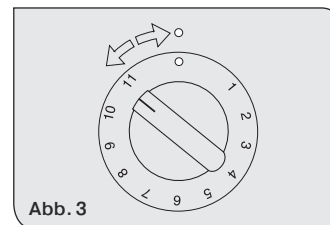

Abb. 3
- 1) Um den ersten Kreis zu aktivieren, drehen Sie den Knopf von 1 auf 11 (Abb. 3).